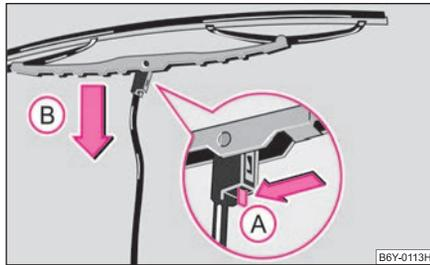

Abb. 43 Wischerblatt für Frontscheibe
- Klappen Sie den Scheibenwischerarm von der Scheibe ab und stellen Sie das Wischerblatt rechtwinklig zum Wischerarm ⇒ Abb. 43.